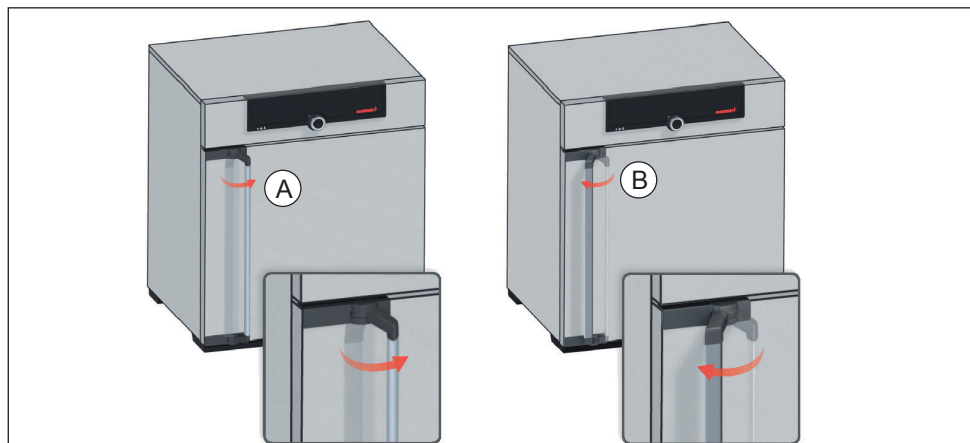

Рис. 15 Открытие и закрытие дверцы
- ▶ Для открытия дверцы потяните ее за ручку в сторону (в зависимости от варианта навешивания дверцы — влево или вправо, Рис. 15, А) и полностью распахните дверцу.